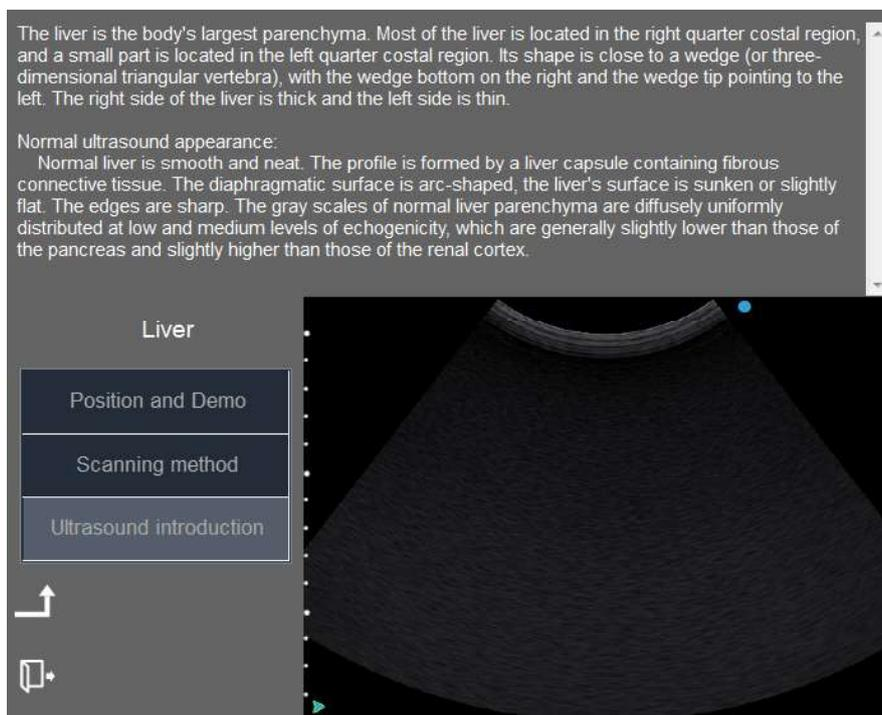

Fig. H-5 Introdução do ultrassom
- 5) Clique em "**Introdução de ultrassom**" no lado esquerdo da tela para entrar na tela, como mostrado na Fig. H-5. O ultrassom normal do fígado será exibido na parte superior da tela para referência do usuário durante o diagnóstico. O canto inferior direito é uma imagem digitalizada em tempo real.